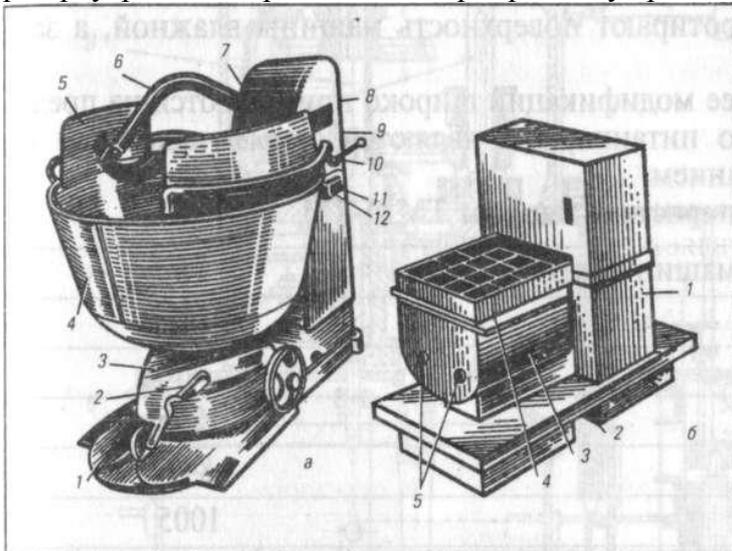

Рис. 6-4. Тестомесильные машины ТММ-1М и МТМ-15
1.Тестомесильная машина ТММ-1М (рис. 6.4, а) состоит из фундаментной плиты, корпуса, привода, установленного в корпусе машины, дежи на трехколесной тележке и месильного рычага с лопастью.
2. Тестомесильная машина МТМ-15 (рис. 6.4, б) служит для замеса крутого теста. Она состоит из платформы, редуктора, съемного резервуара, решетки и двух месильных лопастей.